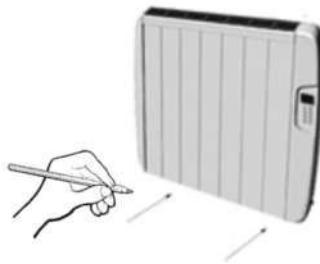

Figura 10
5. Quando o aquecedor estiver pendurado no lugar, faça duas marcas na parede onde os dois suportes (A) serão fixados para garantir que o aquecedor esteja fixo na parede (Figura 10).